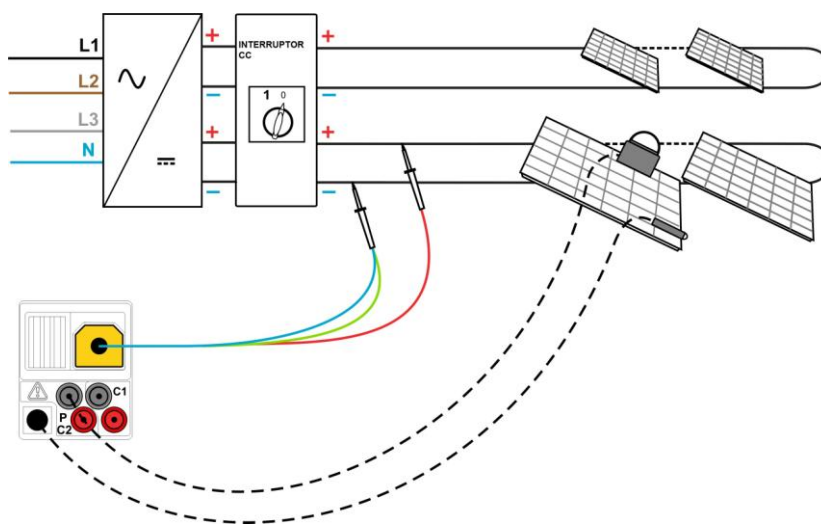
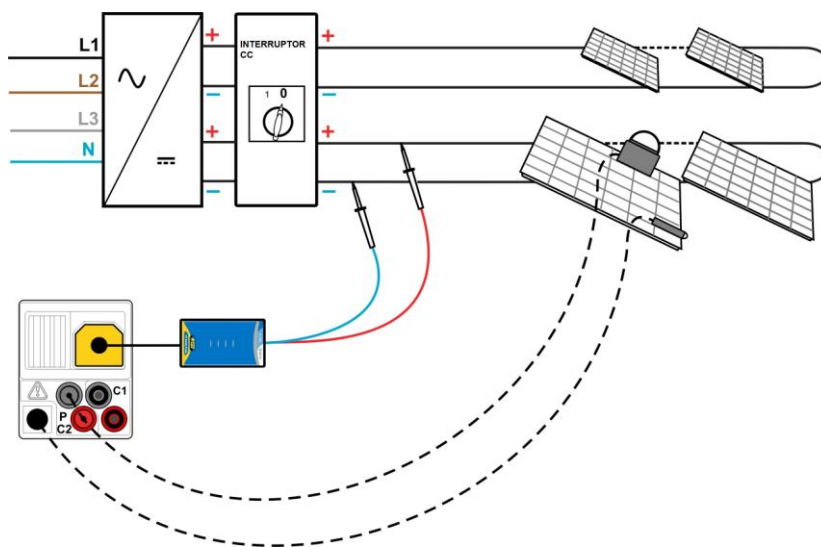

Figura 5.33: Conexión con el cable de prueba fotovoltaico universal
Figura 5.34: Conexiones con la pica de seguridad fotovoltaica
- ❑ **Conecte** los accesorios al objeto que se va a comprobar (vea la Figura 5.33 y la Figura 5.34).